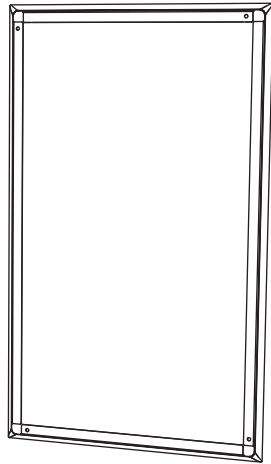

Fig. 3. Máscara de pintura instalada
2. Presione la máscara de pintura en la parte delantera del marco, donde se mantendrá en su lugar mediante imanes. Esta máscara se deja en su lugar mientras se pintan la pared y el borde del marco (Fig.3).